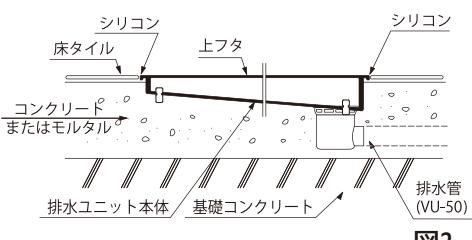

図2
(2) 排水ユニットの取り付け
- ①排水ユニットを仮据えし、床仕上げ面の勾配に揃えてください。
- ②排水管の内面に接着剤を塗布し、排水ユニット（トラップ排水口）と排水管を接続してください。（図2）
ださい。（図2）